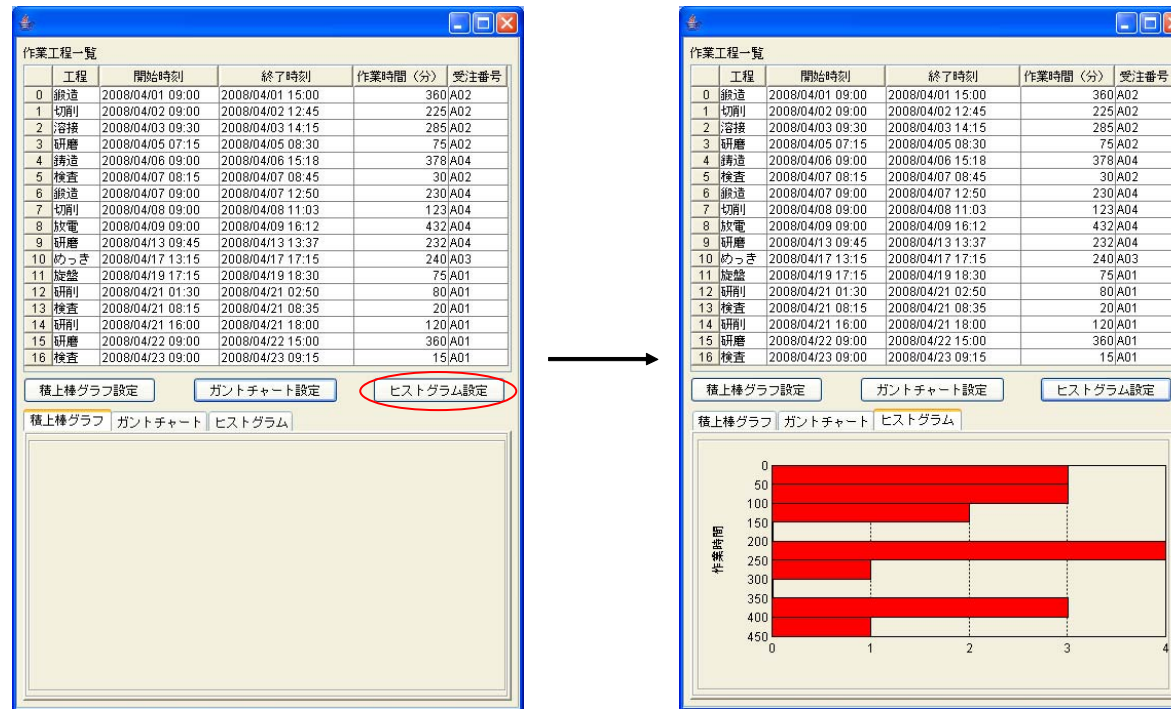
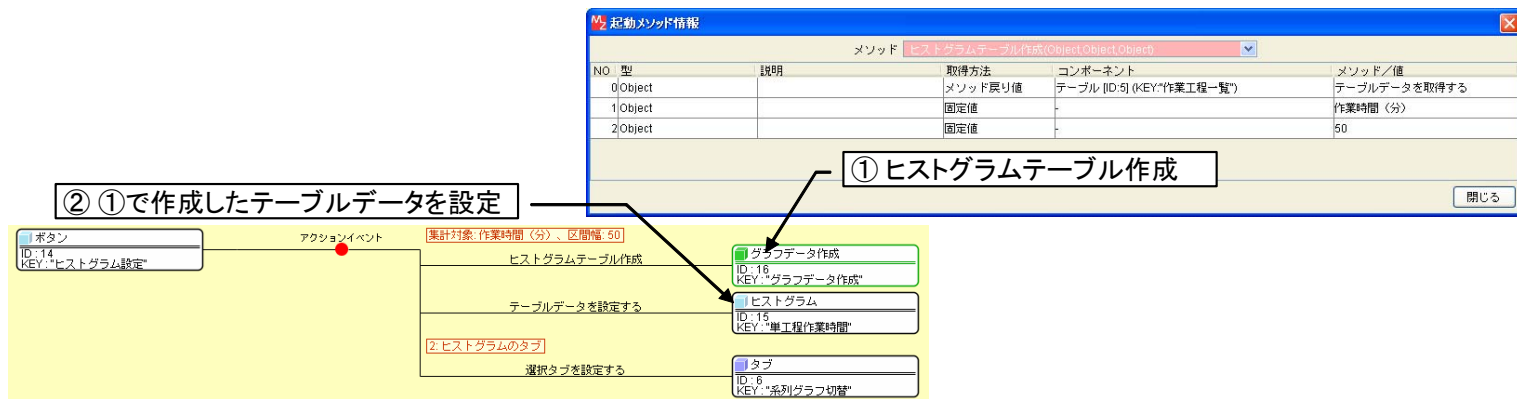

図 6 ヒストグラムの作成
図 7 ヒストグラム設定部分のコンポーネント接続図
では、この動作がどのように行われているのか、ビルダー上のコンポーネント接続図をたどってみることにしましょう。[ヒストグラム設定]ボタンをクリックすると、複合コンポーネントの「ヒストグラムテーブル作成(Object,Object,Object)」メソッドを起動し、ヒストグラム用のテーブルデータを作成します。第1引数は元となるテーブルデータで、図6で表示されているテーブルのデータです。第2引数が分類対象となる数値データを与える列名で、この場合は「作業時間 (分)」になります。第3引数は、度数集計を行うデータの区間幅で、ここでは50としています(図7①)。このようにして作成されたヒストグラムテーブルを、[ヒストグラム]コンポーネントに設定します(図7②)。